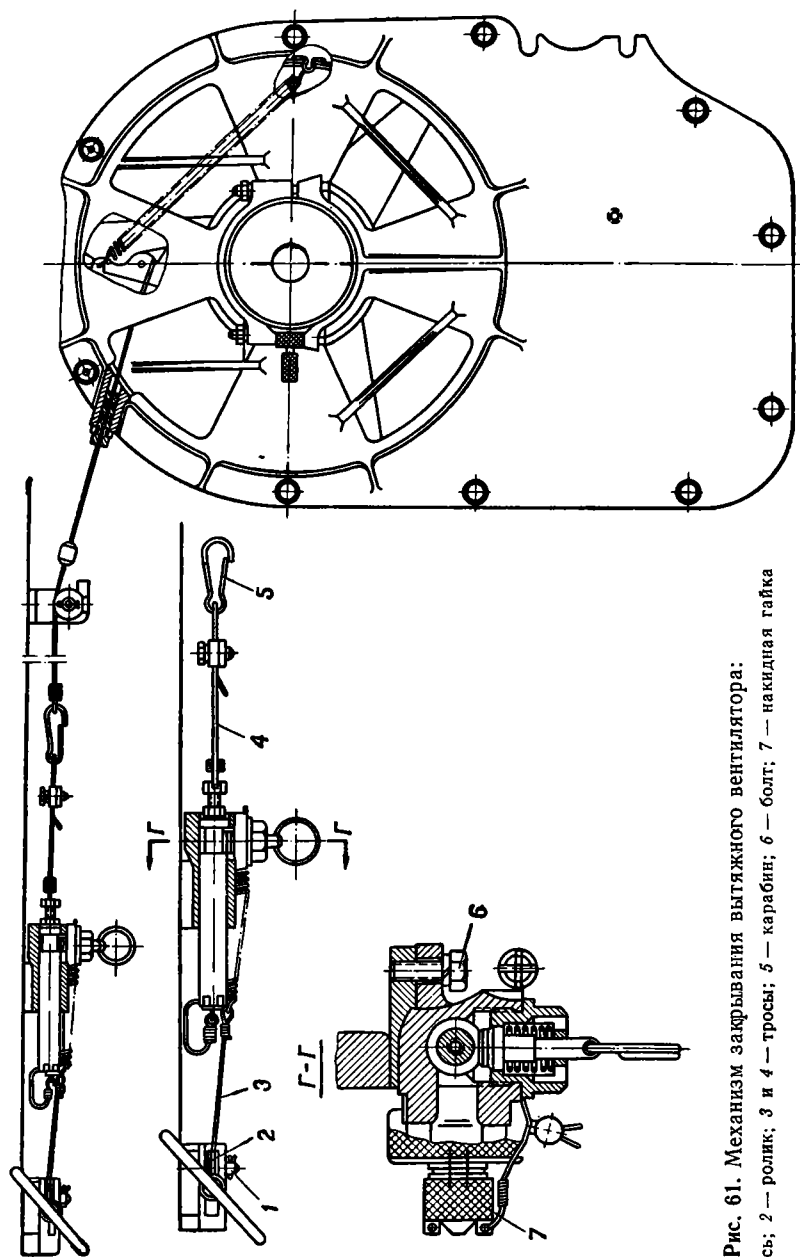
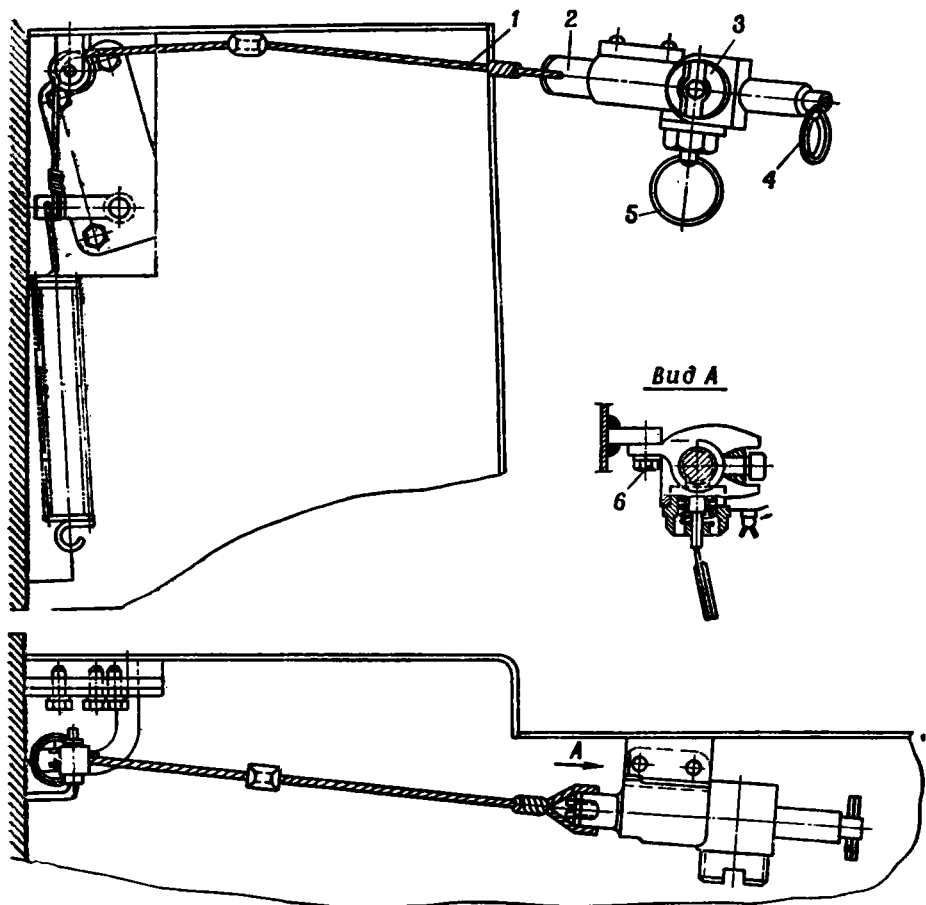

Рис. 61. Механизм закрывания вытяжного вентилятора:
Рис. 62. Механизм закрывания шахты воздухопритока:
1. Расшплинтовать, отвернуть накидную гайку 7 (рис. 61) и отсоединить провод датчика пиропатрона.
3. Вывернуть болты 6 (рис. 62), снять механизм закрывания и отсоединить трос 4 (рис. 61) от троса заслонки вентилятора.
1. Присоединить трос 4 (рис. 61) карабином 5 к тросу заслонки вентилятора, установить механизм закрывания и ввернуть болты 6 с пружинными шайбами.
1. Снять разводное кольцо 4 (рис. 62) и вынуть шток 2 в сборе с тросом 1 из корпуса механизма, одновременно оттягивая кольцо 5 фиксатора.
1. Установить механизм закрывания и ввернуть болты 6 (рис. 62) с пружинными шайбами.